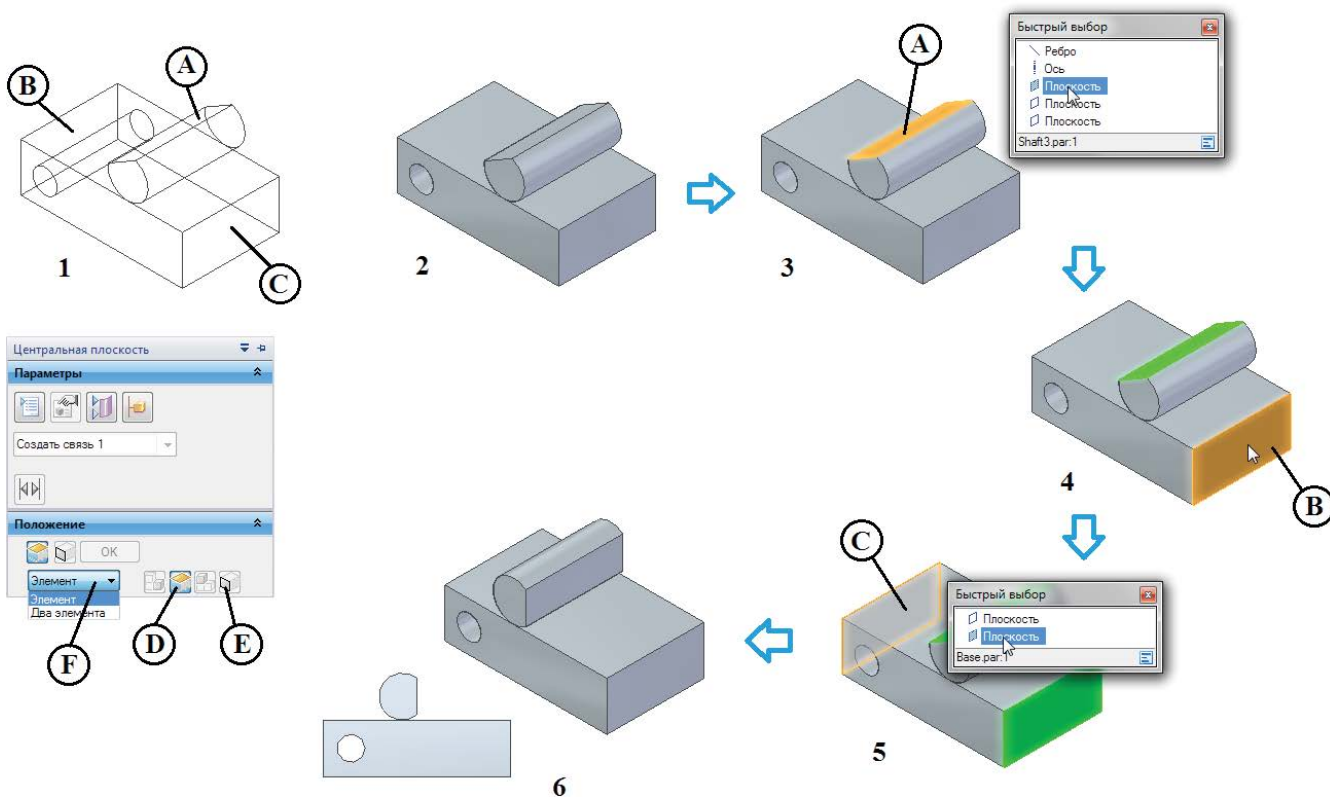

Рис. 2.7.35. Пример наложения связи Центральная плоскость
Выбираемые в качестве двух элементов грани или плоскости могут в общем случае быть непараллельными. Переключения между выбором одного либо двух элементов на каждом шаге производятся при помощи раскрывающегося списка (см. рис. 2.7.35, F).
Наложение связи рассмотрено на примере первого варианта (см. рис. 2.7.35). Например, следует поместить грань A (1) таким образом, чтобы она располагалась в плоскости симметрии между гранями B и C. Для этого необходимо:
- выбрать (D) центрируемый элемент – грань A (3), при этом переключатель F автоматически примет положение **Два элемента** для последующего выбора;
- выбрать (E) последовательно две грани – B (4) и C (5), определяющие плоскость симметрии;
- результат в двух видах представлен на (6).